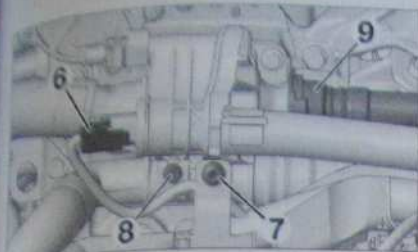
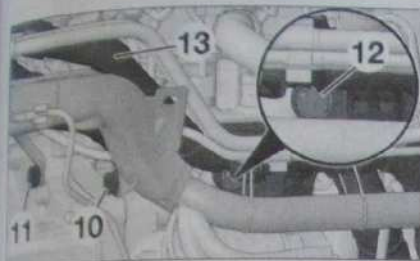

Fig. 40
Fig. 41
- Déconnecter le connecteur de la sonde de température (6) (Fig. 40).
- Déposer les vis (7) et (8).
- Désaccoupler le tuyau (9).
- la vis (10) (Fig. 41),
- la vis (11),
- la vis (12).
- Écarter avec précaution le collecteur d'eau (13).